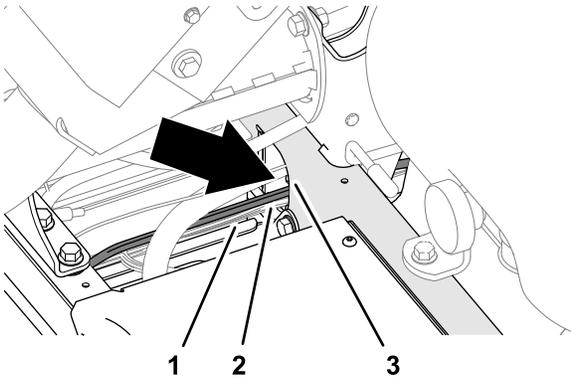

Figura 10
2. Enrute el resto del arnés de alimentación a lo largo del arnés de cables de la máquina y a través de la base del soporte (Figura 10).